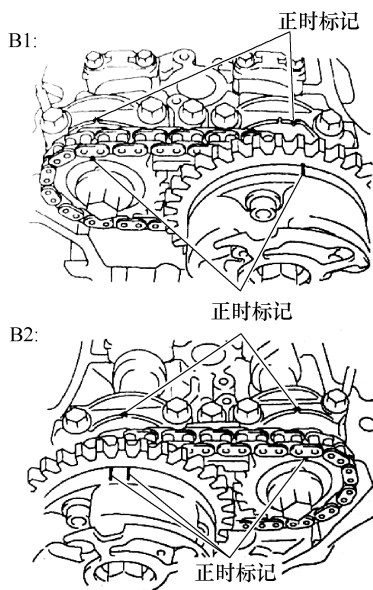

图 1-241 正时标记对正检查
② 检查并确认凸轮轴正时齿轮的正时标记如图 1-241 所示对准轴承盖的正时标记。